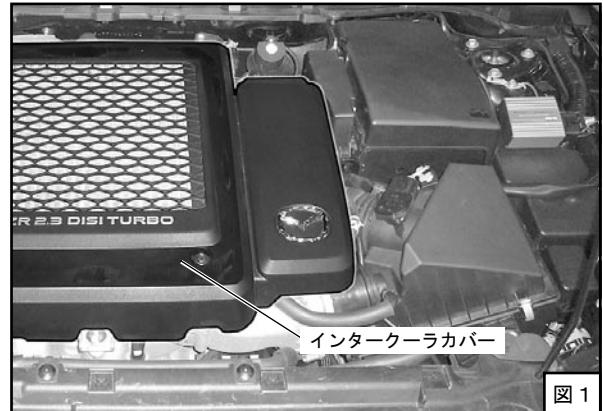

図1
(1) バッテリのマイナス端子（-）からケーブルターミナルを取外してください。
(2) インタークーラカバーを取外してください。(図1)